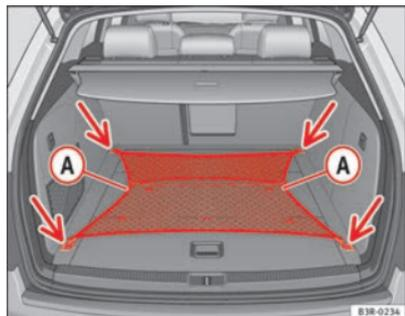

Abb.118 Ausgespanntes Gepäcknetz
- Befestigen Sie das Gepäcknetz an den vier Verzurösen -Pfeile- ⇒ Abb. 118.